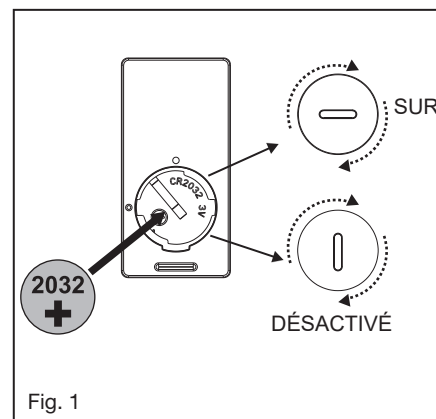

Fig. 1
- 2 Tout en tenant le kit d'éclairage LED sous votre ventilateur, effectuez les connexions des fiches polarisées : (Fig. 1)
- 3 Placez les trous de clé sur l'ensemble LED sur les 2 vis précédemment desserrées, tournez la plaque lumineuse jusqu'à ce qu'elle se verrouille en place au niveau de la section étroite des trous de clé. Fixez en serrant les 2 vis précédemment desserrées et celle précédemment retirée. (Fig. 1)
- 1 Sélectionnez un emplacement souhaité. Utilisez la plaque murale pour marquer l'emplacement des trous de montage. Des ancrages muraux en plastique ou des vis de montage sont nécessaires pour cette application. (Fig. 1)
Votre moteur CC sans balais est équipé d'une télécommande de type à apprentissage automatique. Il n'y a pas de commutateurs de fréquence sur le récepteur ou l'émetteur. Le ventilateur peut commencer à fonctionner une fois le processus d'appariement terminé. Retirez le panneau de l'émetteur, puis installez une pile 2032 (incluse). Vous devez utiliser une pièce de monnaie pour ouvrir ou fermer le couvercle de la batterie. Pour éviter d'endommager l'émetteur, retirez la batterie si elle n'est pas utilisée pendant de longues périodes (Fig. 1)